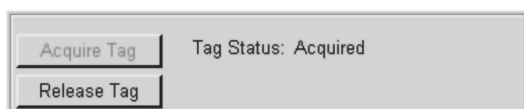

图 16-27 获取自整定资源
2. 通过单击“获取标签”（Acquire Tag）按钮获取自整定资源（标签）。标签现在应当可用于此 PIDE 以及自整定，如图 16-27 所示。